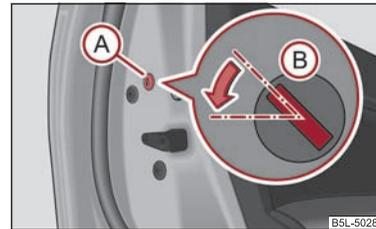

Fig. 27 Porta posteriore: Bloccaggio di emergenza della porta
- Rimuovere la mascherina (A) ⇒ fig. 27.
- Inserire la chiave nella fessura (B) e girarla nel senso della freccia nella posizione orizzontale (con le porte a destra nella direzione inversa).